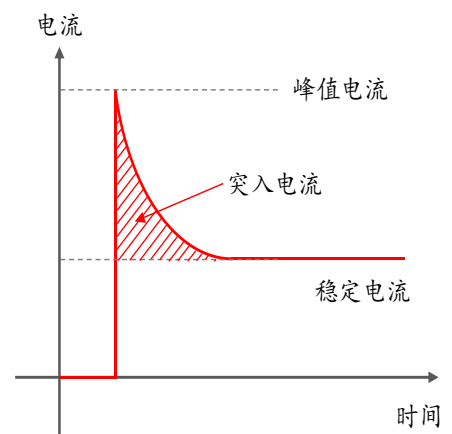

图 24 突入电流波形例
- 在亮灯检查中，对试验电路板施加试验电压值时，突然流入的超过 LED 绝对最大额定值的大电流（如图 24 所示）。